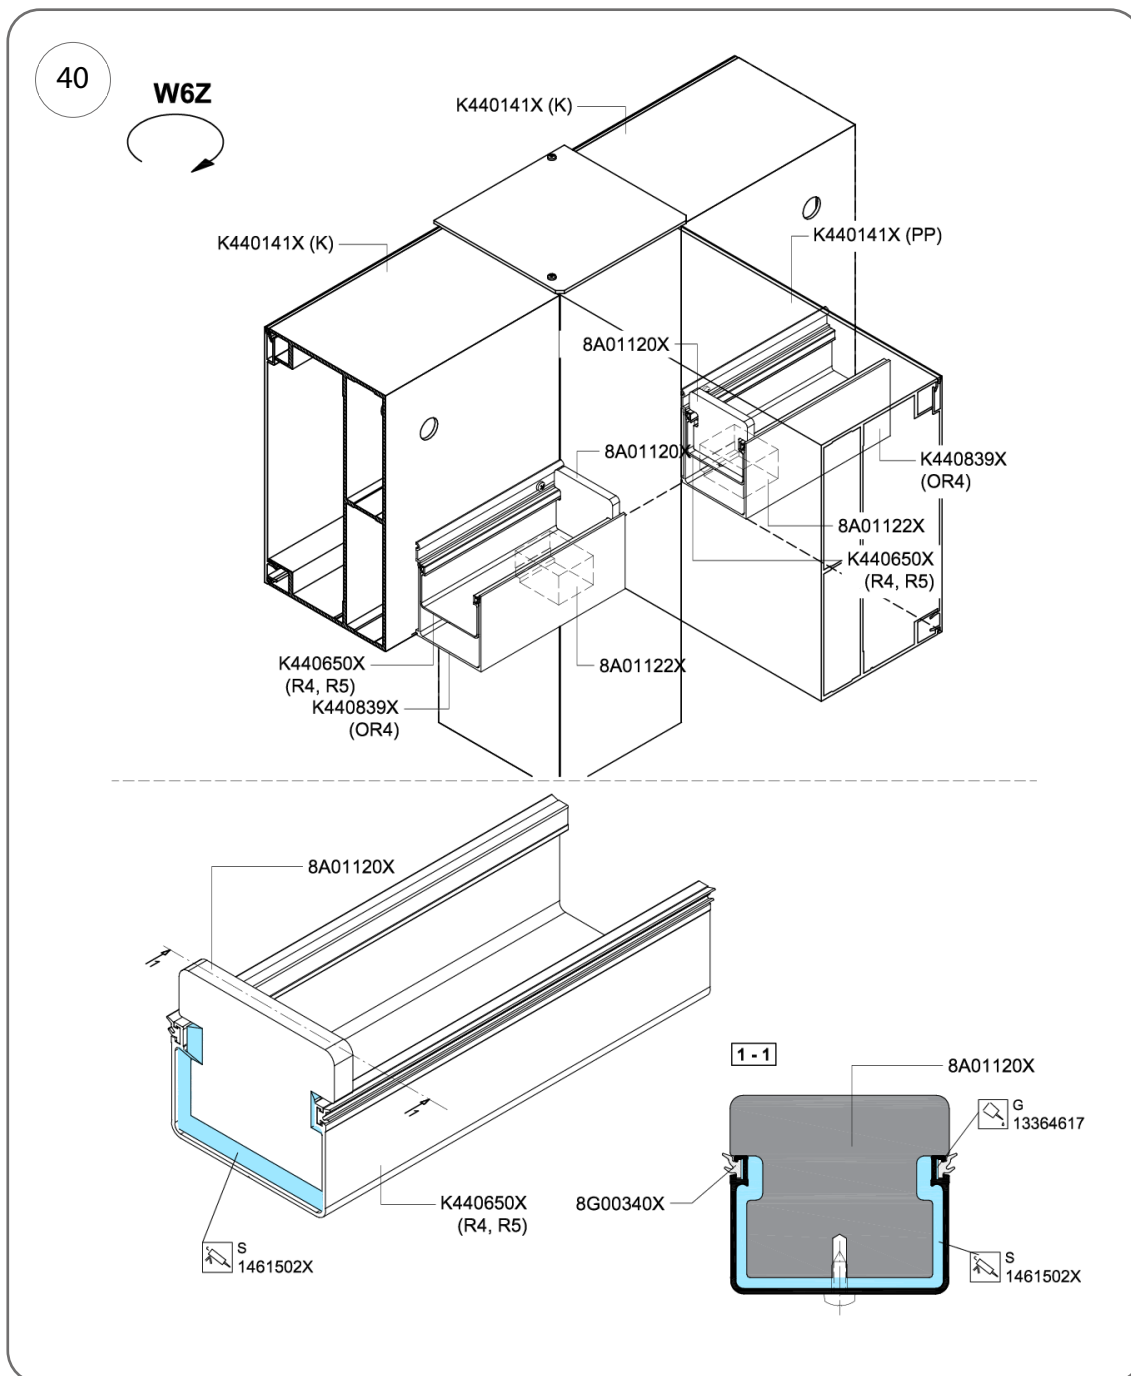

Fig. 40
5. Colmatez le joint entre le couvercle n° 8A01120X et la gouttière à l'aide d'un mastic adhésif, comme illustré sur la fig. 40.